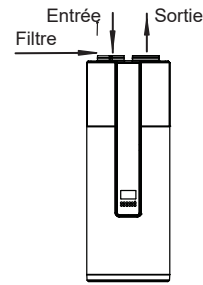

Fig. 3-14
- 5) Installation du filtre à l'entrée de l'unité. Dans le cas d'un appareil avec conduit, le filtre doit être placé à l'endroit où se trouve l'entrée du conduit. (Fig. 3-14/3-15)